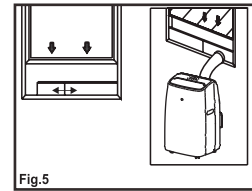

Fig.5
- 4 . Afixe a saída da mangueira no kit deslizador de janela e feche. (fig.5 & 6).